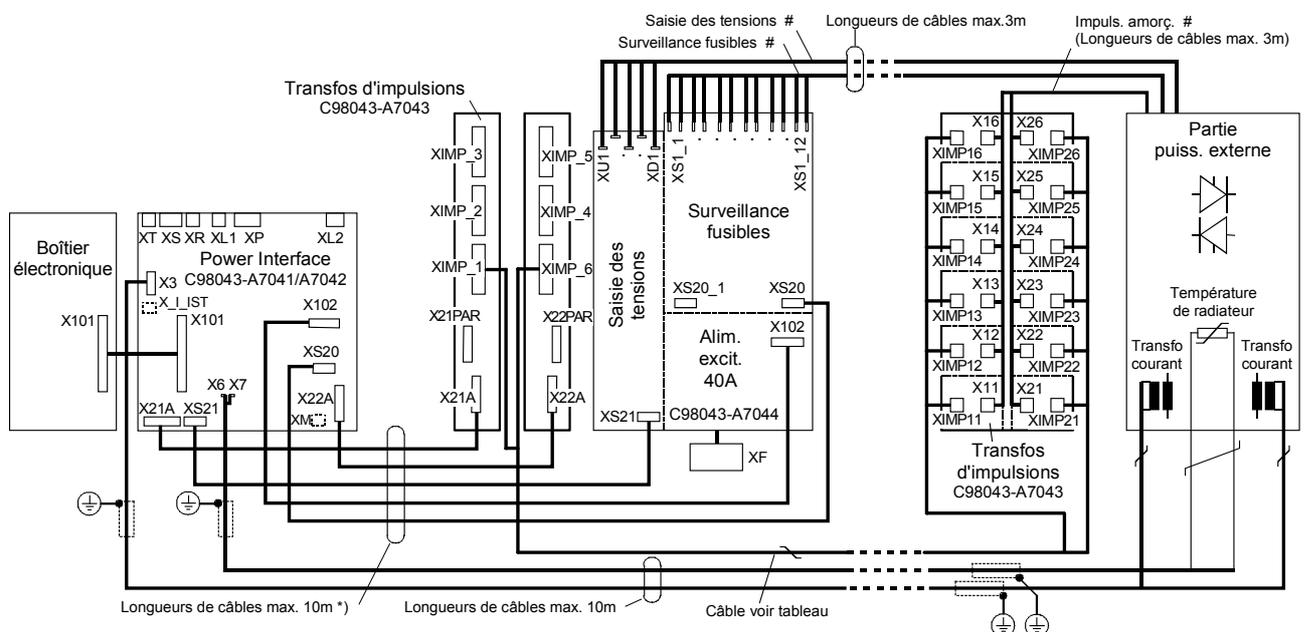

Fig. 6.4.2
2. Demi-boîtier avant et demi-boîtier arrière assemblés l'un sur l'autre ou séparés, carte C98043-A7043 divisée (transfos d'impulsions implantés sur la partie puissance), carte C98043-A7044 non divisée (Fig. 6.4.2)